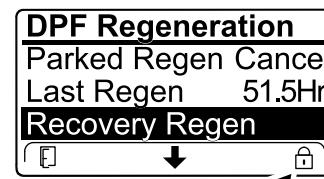

Figura 53
- Si la computadora del motor no ha sido solicitado una regeneración de recuperación y usted se desplaza a la opción RECUPERACIÓN DE RECUPERACIÓN, la regeneración de recuperación se bloquea y el ícono de bloqueo (Figura 53) aparece en la esquina inferior derecha del InfoCenter.